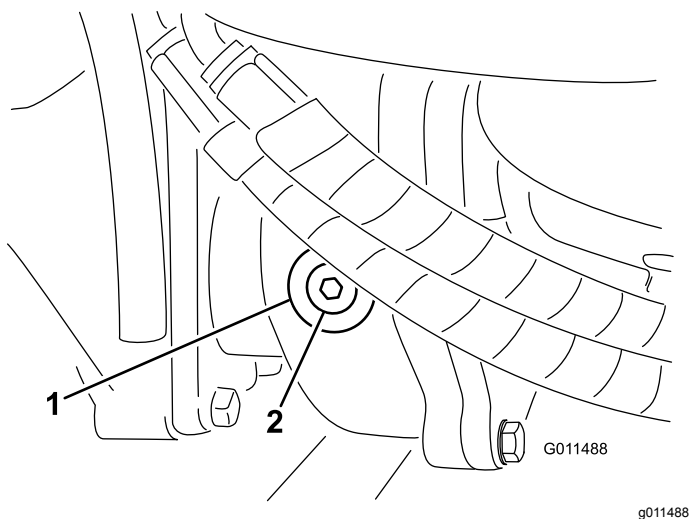

Figura 17
2. Retire o tampão de verificação/enchimento que se encontra na zona esquerda da caixa de engrenagens (Figura 17) e certifique-se de que existe lubrificante até ao fundo do orifício. Se o nível estiver baixo, junte lubrificante suficiente para o nível subir até ao fundo do orifício.